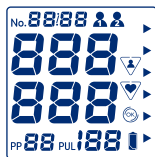

Imagen 1
- Pulse la tecla Start/Stop (inicio/parada) para encender el dispositivo. Aparecerá lo siguiente en la pantalla (imagen 1):